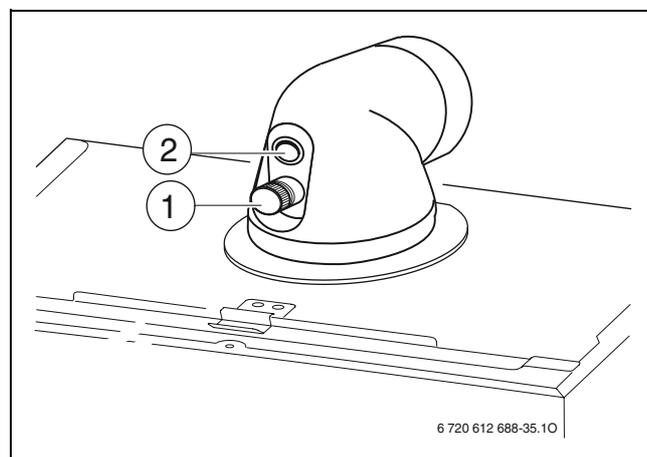

Fig. 44
- ▶ Rimuovere il tappo della presa di analisi dell'aria comburente (2) (→ fig. 44).
- ▶ Rimuovere il tappo di chiusura dalla presa di analisi dei fumi (1) (→ fig. 44).